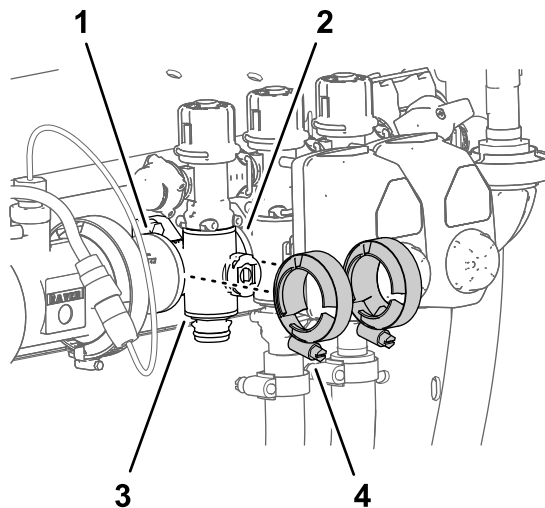

Figure 115
4. Fixez légèrement les colliers bride que vous avez déposés à la section Dépose de la valve de collecteur de section \(page 82\) sur les brides du collecteur de vanne de section et les brides des autres vannes de section et/ou adaptateur d'accouplement (Figure 115).
7. Serrez les 2 colliers bride à la main (Figure 115).